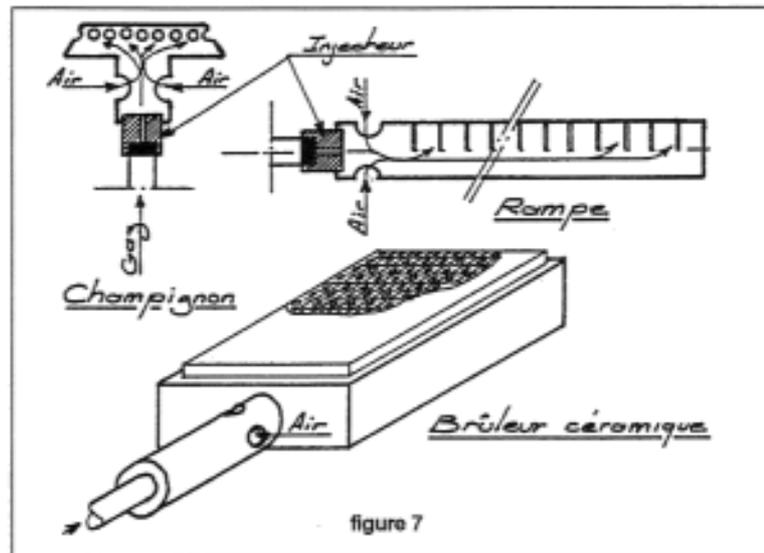

figure 7
c) Au gaz butane ou mélange butane/propane: le gaz sous pression provenant du réservoir ou de la bouteille est introduit dans le brûleur à l'aide d'un injecteur calibré. Il n'est mélangé à l'air avant d'être diffusé à travers les trous ou fentes d'un champignon, d'une rampe ou d'une plaque de céramique. C'est le principe des brûleurs de votre cuisinière à gaz ou de votre réchaud de camping. Les brûleurs céramique sont quant à eux dérivés des chauffages radiants à infrarouge (fig. 7).